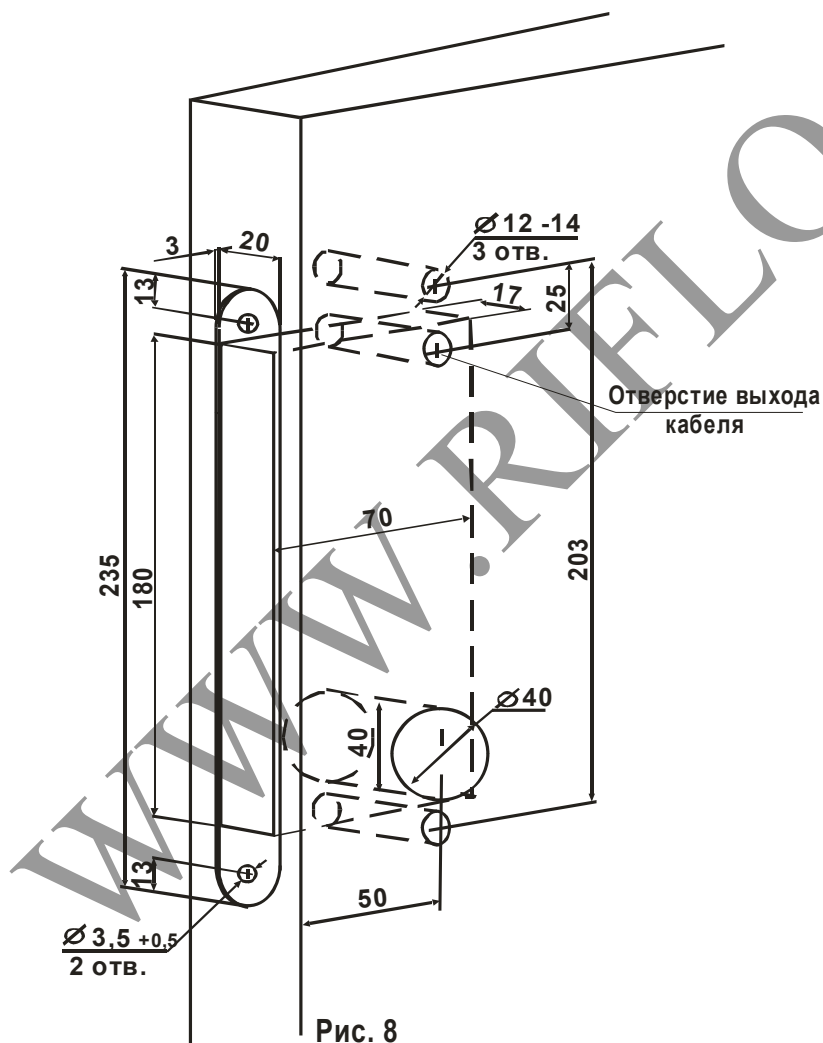

Рис. 8
- Произвести разметку для отверстия под выход кабеля согласно рис. 8.